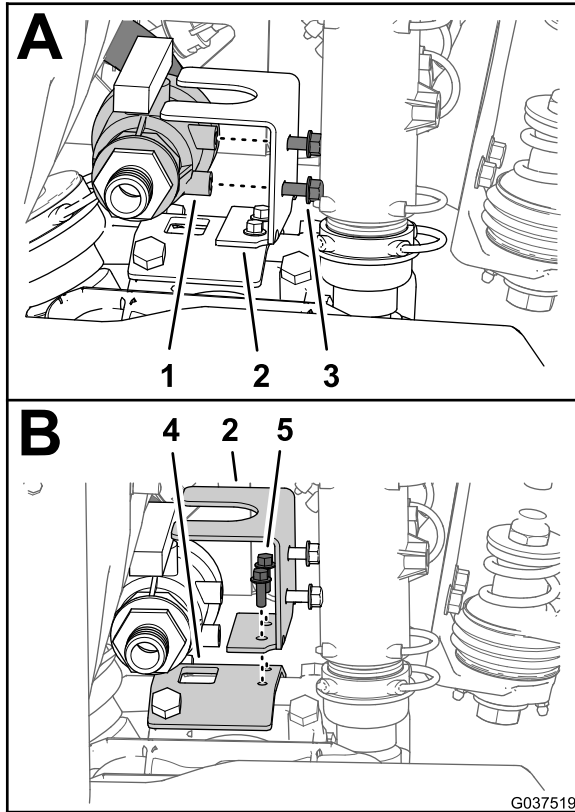

Bild 34
1. Entfernen Sie oben an der Sprühpumpe die zwei Bundkopfschrauben (5/16" x 3/4"), mit denen das Rührwerkdrösselventil an der Drösselventilhalterung befestigt ist (Bild 34).
2. Entfernen Sie die zwei Bundkopfschrauben (1/4" x 3/4"), mit denen die Drösselventilhalterung an der Sprühpumpenhalterung befestigt ist, und nehmen Sie die Halterung von der Maschine ab (Bild 34).